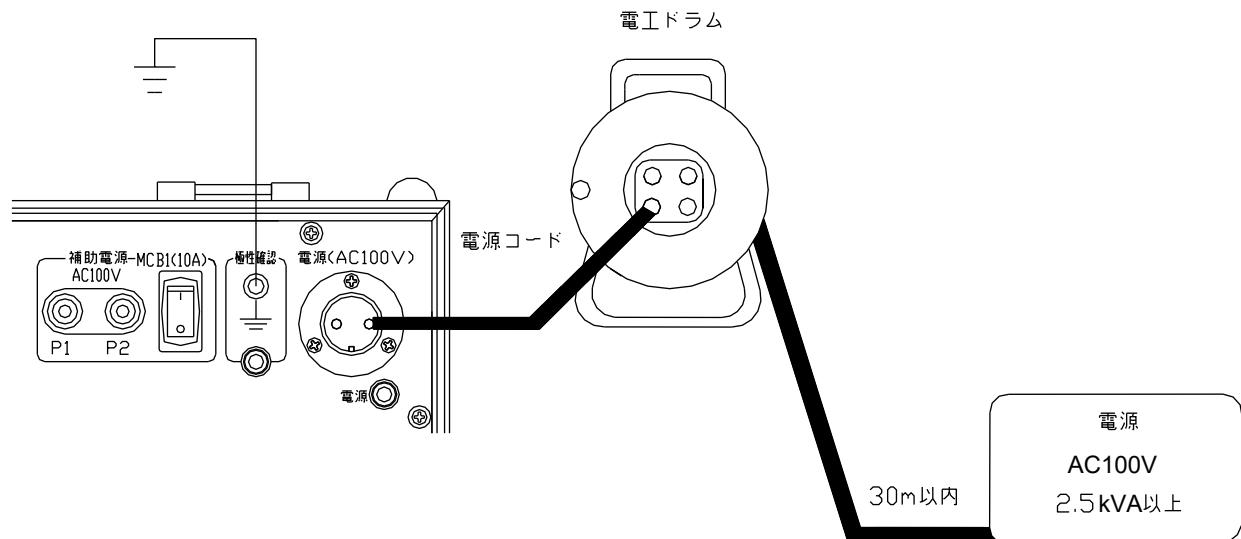

図1：電源の供給方法
1. 試験装置の電源を準備します。商用電源又は、発電機（2.5kVA以上）でコードリールは、30m以内にし、ドラム内に巻き残しのないようにすべて引き出して下さい。（図1）コードリール等を多く使用すると、電源のインピーダンスが高くなるため大きな電流がoutputできない場合があります。又、AUTOTESTの場合は、設定電流がoutputできなくなります。